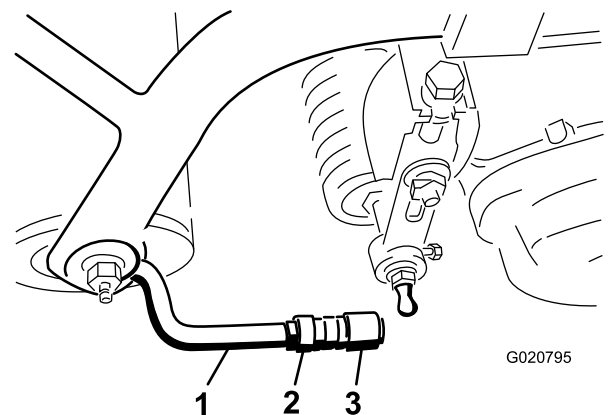

Figura 7
5. Alinee las rótulas de las juntas de manera que la cara abierta de la rótula esté centrada respecto a la bola del espárrago, y apriete las contratuercas para fijar la posición de las rótulas (Figura 7).